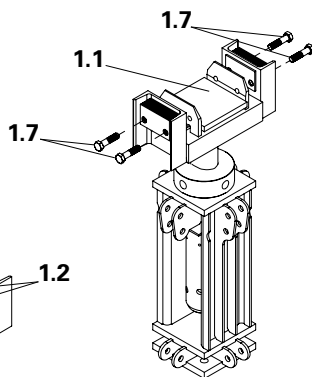

Fig. 11
1. Allentare e rimuovere le quattro viti della forcella con foro laterale (1.1) ruotandole in senso antiorario. (Fig. 11)